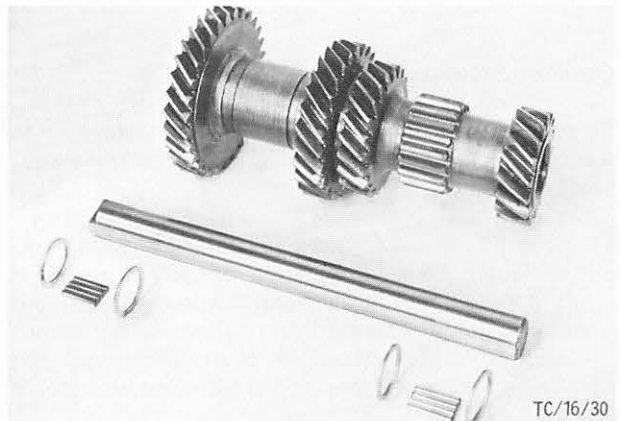

Abb. 105 Vorgelegezahnradblock zerlegt
37. Blindwelle aus dem Vorgelegezahnradblock entfernen, je 20 Lagernadeln mit Abstandscheiben von beiden Seiten des Zahnradblockes entfernen. Abb. 105.